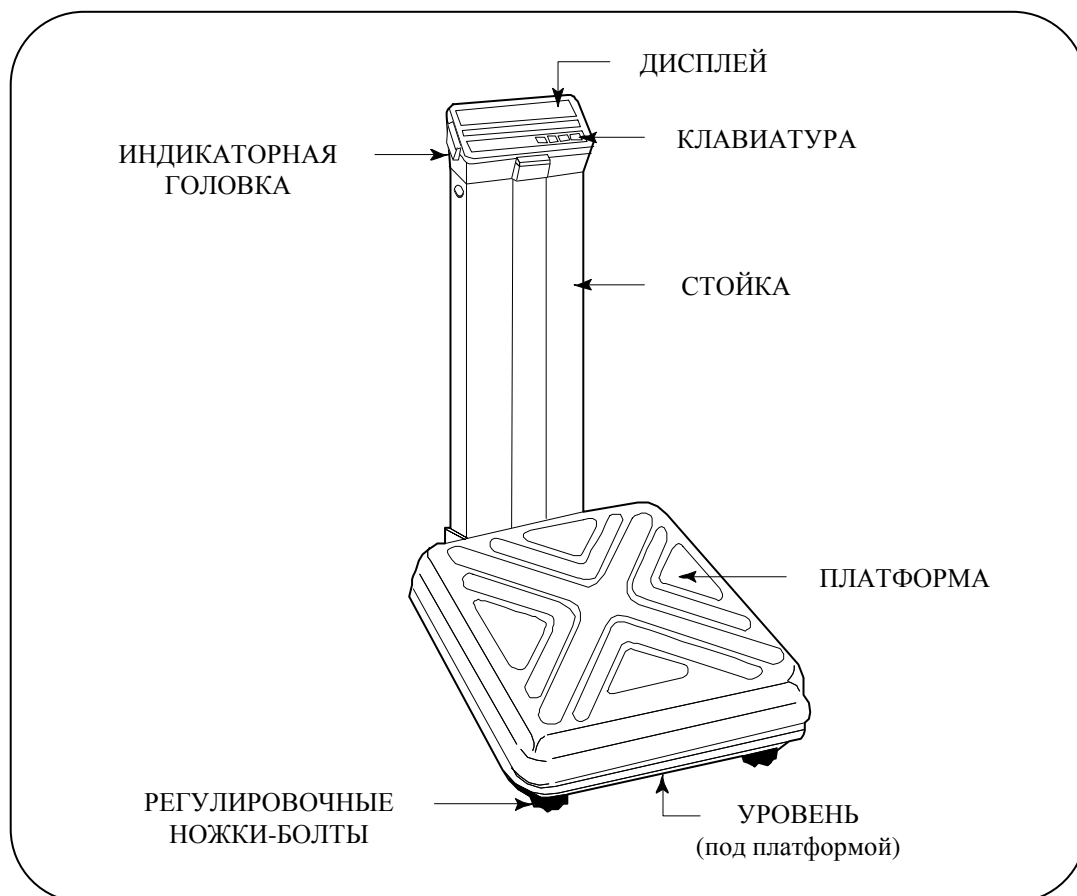

Рисунок 5.1 – Общий вид весов
- ❑ Отрегулировать горизонтальность весов, вращая регулировочные ножки-болты и одновременно контролируя положение воздушного пузырька в ампуле уровня, расположенной на основании весов под платформой (см. рисунок 5.1). Весы выровнены, когда пузырек находится в центре ампулы.